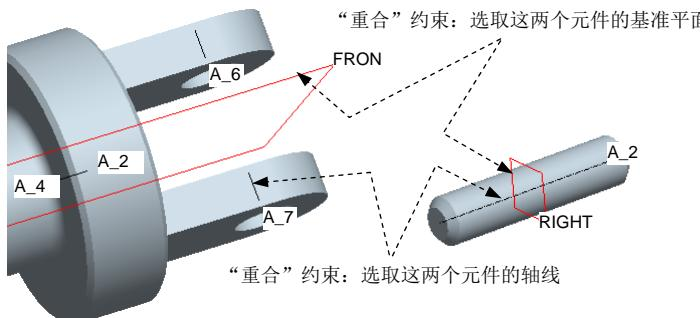
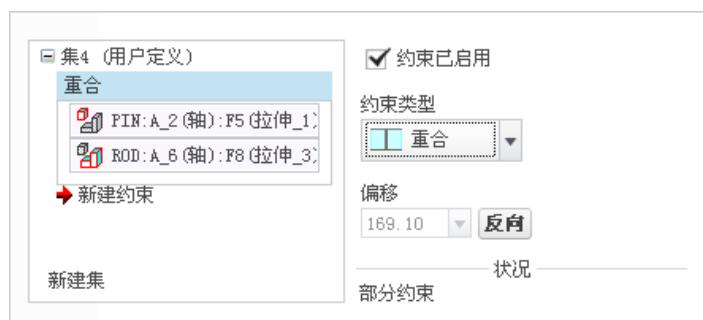

图 7.2.5 装配销
图 7.2.6 “重合”约束参考
(1) 创建轴“重合”约束。分别选取图 7.2.5 中的两条轴线：销 (PIN) 的轴线和元件 (ROD) 的轴线，轴 约束的参考如图 7.2.6 所示。
(2) 创建基准面“重合”约束。单击“放置”界面中的“新建约束”，增加新的“重合”约束。分别选取图 7.2.5 中的两个基准面：销（PIN）的 RIGHT 基准平面和元件（ROD）的 FRONT 基准平面。基准面 **重合** 约束的参考如图 7.2.7 所示。
(3) 单击操控板中的 按钮。